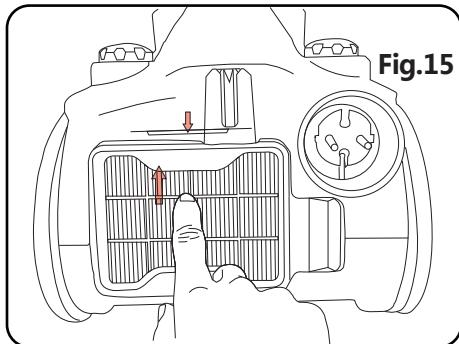

Fig.15
(2) Como en la fig.15, saque el filtro de salida.